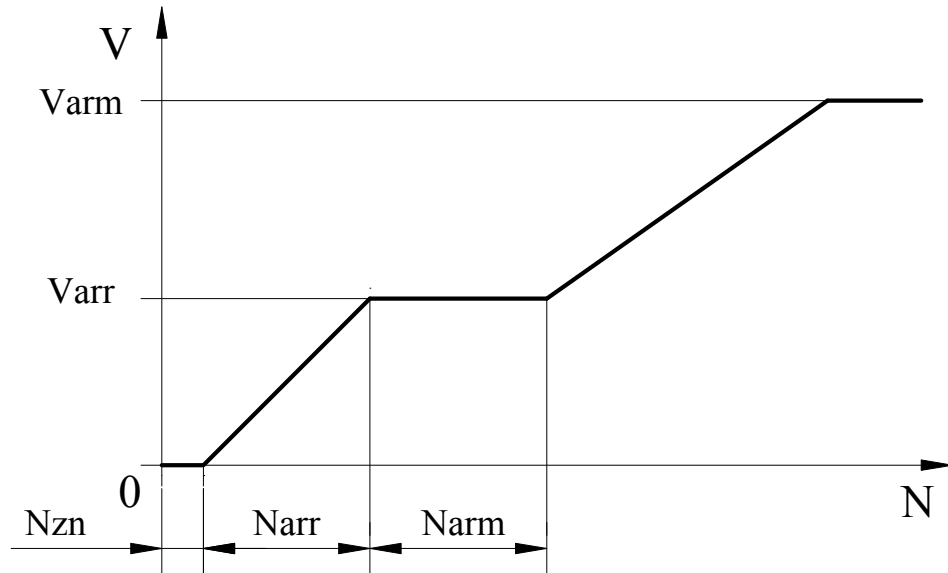

Рис.6. Скорость удержания в зависимости от расстояния до точки удержания $V_{arm}=2*V_{syn}$.
3.6.8.5. **ТР.34** – V_{arr} (мм/сек) – малая скорость движения при удержании (арретировании) (рис.6).
3.6.8.7. **ТР.36** – N_{arm} (0-100 мм) – участок скорости движения при удержании, где $V=V_{arr}$ (рис.6).